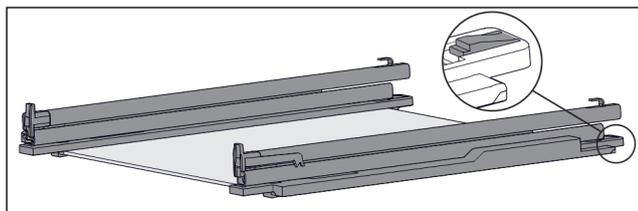

Fig. 125 Sklenená doska s koľajničkami a prídržnými dielmi
- ▶ Potlačte prídržný diel vzadu nadol (pozri Fig. 125) a súčasne posuňte koľajničku dozadu.